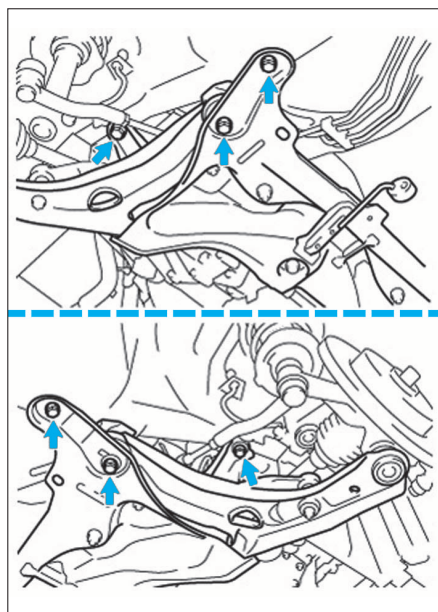

FIG. 65
- Déposer les 6 vis de fixation (Fig.65).